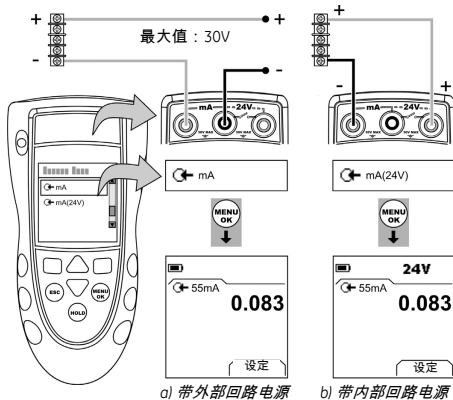

图 4 : 配置示例- 电流测量
1. 连接仪器 (图 4), 如有必要, 调整设置 (表 1)。